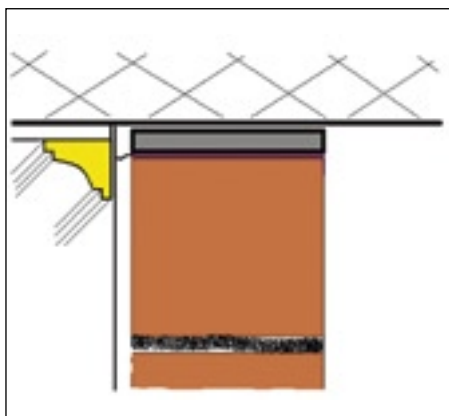

Abb. 11: Auch das geht: den Schaden elegant mit einem Stuckstab abdecken.
■ Glück im Unglück hat, wer die Bauherrschaft für ein Eckgesims (einen Stuckstab) gewinnen kann, das sorgfältig nur an der Decke befestigt wird und zum Wandputz effektiv einen Bewegungsspielraum von 2 bis 3 mm freilässt (Abb. 11). Mit dieser Methode lassen sich immense Nebenkosten vermeiden, da diese Sanierungsmethode selbst in bewohnten Räumlichkeiten durchgeführt werden kann.